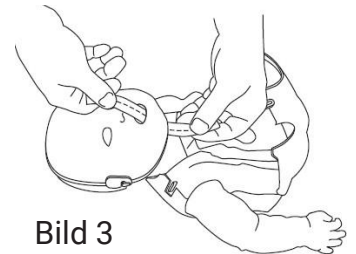

Bild 3
5. Drücken Sie den Lungenbeutel in den Mund bis der Beutel im Hals wieder auftaucht. (Bild 3)